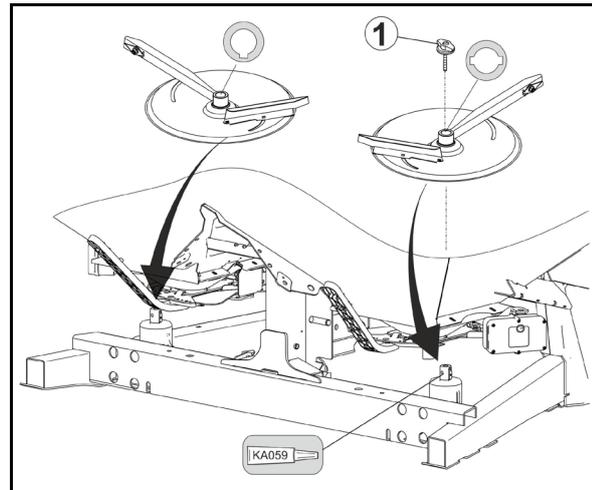

Fig. 68
7. Prenez la disquette de calcul pour le dispositif de contrôle de débit. Cherchez le nombre "17,5" (A) sur l'échelle graduée (Fig. 68/2) qui correspond aux quantités d'engrais recueillies [kg] et mettez-le en vis à vis avec la position "K" choisie (B) sur l'échelle graduée colorée (Fig. 68/3).
8. Recherchez le débit souhaité (400 kg/ha) (C) sur l'échelle graduée pour le débit (Fig. 68/1) et relevez la position des trappes requise (position) "23" (D).